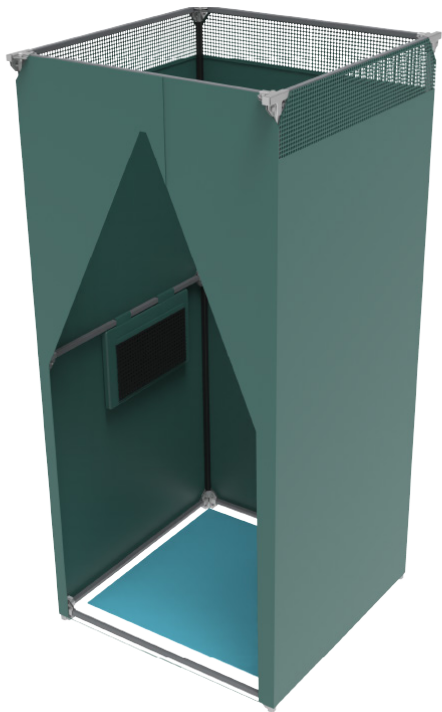

Рис. 13 – Готовая кабина
7. На вертикально установленном каркасе закрепить чехол с помощью текстильных застёжек, расположив сеточную часть сверху. Внутри расстелить коврик и повесить сумку из под чехла под душевые принадлежности (Рис. 13).